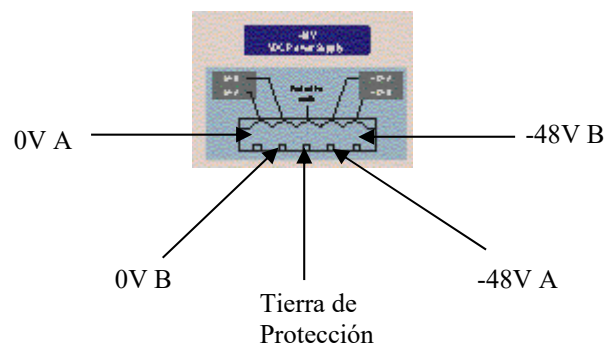

Figura 1b. Conexionado suministros A y B a chasis MicroSAE -48 VDC
- E) Conector de alimentación de -48V DC con toma de tierra. Dos suministros independientes (A y B, Ver descripción conexionado figura 1b).